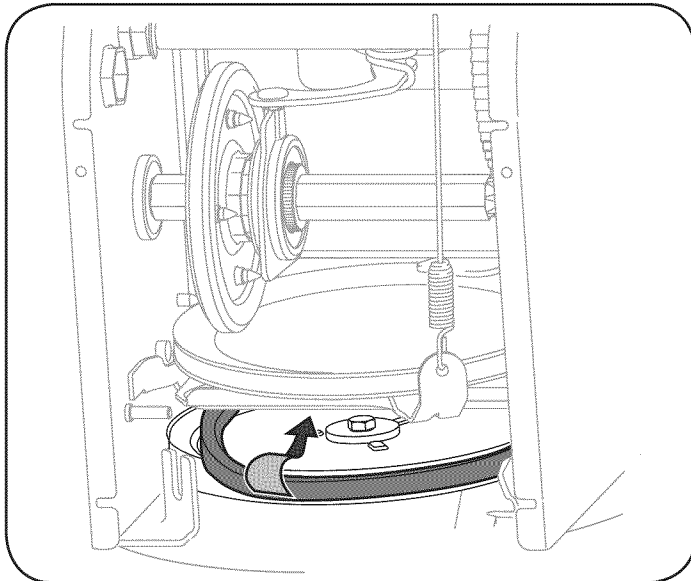

Figura 32
7. Retire la correa de alrededor de la polea de la barrena y deslice la misma entre la ménsula de soporte y la polea de la barrena. Vea la Figura 32.